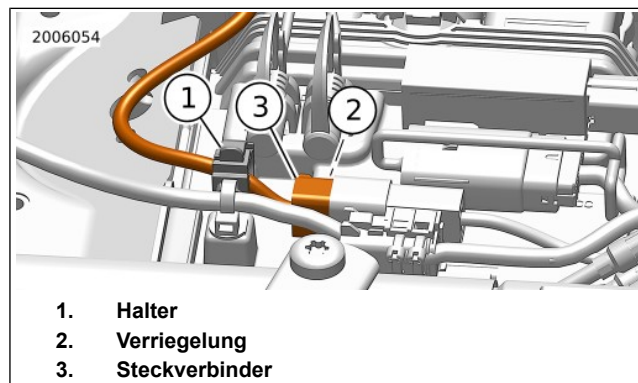

Abbildung 139. Sitzheizungs-Steckverbinder
7. Siehe Abbildung 139. Zum Öffnen die Zunge (1) an der Halterung drücken. Die Verriegelung (2) am Steckverbinder (3) drücken, um die Sitzheizung abzuklemmen.
2. Siehe Abbildung 139. Den Sitzheizungs-Steckverbinder anschließen (3). Zusammendrücken, bis ein Klicken zu hören ist. Die Verkabelung wie abgebildet in der Halterung (1) verlegen. Die Halterung schließen.